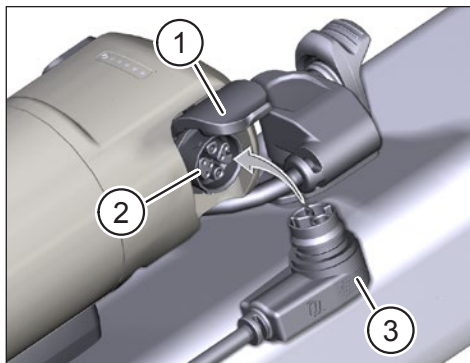

Fig. 9: Chargement du Range Extender
- Ouvrez le couvercle (élément 1 Fig. 9) sur le port de charge du Range Extender.
- Vérifiez que les contacts du port de chargement (élément 2 Fig. 9) sont propres et nettoyez-les si nécessaire.
- Branchez la prise (élément 3 Fig. 9) du chargeur dans le port de charge du Range Extender.